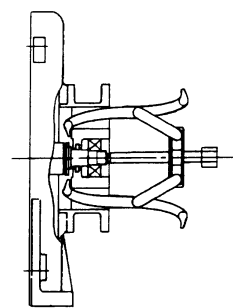

図 3
- (4) ブロワ本体をベースより外す。適当な台に吸込口が上を向くようにブロワを置く(作業中、ブロワを転倒させないように注意してください)。
- (5) ベアリングカバー㉖を外す(間にパッキン㉗があります)。
- (6) ベアリングナット㉘、ベアリングワッシャ㉙を外す。
- (7) 入口側ベアリングボックス㉚を取り付けているネジを外し、プーリ抜きを用いて入口側ベアリング㉛と入口側ベアリングボックス㉚を共に抜く。(図3)
- (8) 入口側ベアリングボックス㉚より入口側ベアリング㉛を抜く。この時、ハンマの柄などで裏面より入口側ベアリング㉛をたたくと抜ける。
- (9) ケース締付ナット㉜を緩めてからケース締付ボルト㉝を外し、ファンケース(C)㉞とフート㉟を外す。
- (10) ファン止めナット㊱、ファン止めワッシャ㊲を外す。
- (11) ファン㊳、ファンケース(B2)㊴、デフレクタ㊵、カラー㊶、ファン㊳、ファンケース(B3)㊷とファンケース(B)㊸、デフレクタ㊵、カラー㊶、ファン㊳の順で最後のファンまで取り外す。